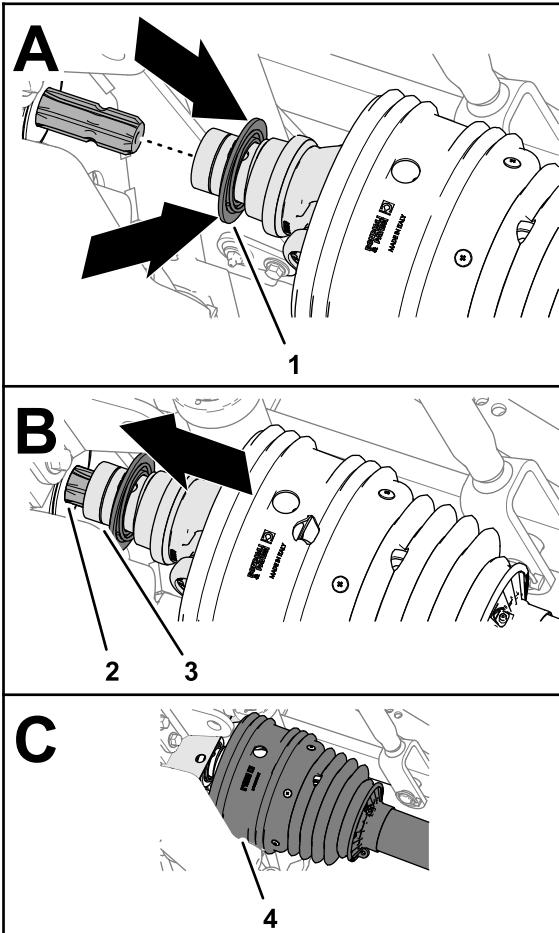

Рисунок 31
| 2. Оттяните назад запорное кольцо быстроразъемного соединителя (Рисунок 31). | |
2. Оттяните назад запорное кольцо быстроразъемного соединителя (Рисунок 31).
- Оттягивая назад запорное кольцо, потяните вилку приводного вала механизма отбора мощности вперед и наденьте гнездо соединителя на шлицы выходного вала механизма отбора мощности (Рисунок 31).
- Убедитесь в том, что кожух расположен поверх вилки приводного вала (Рисунок 31).